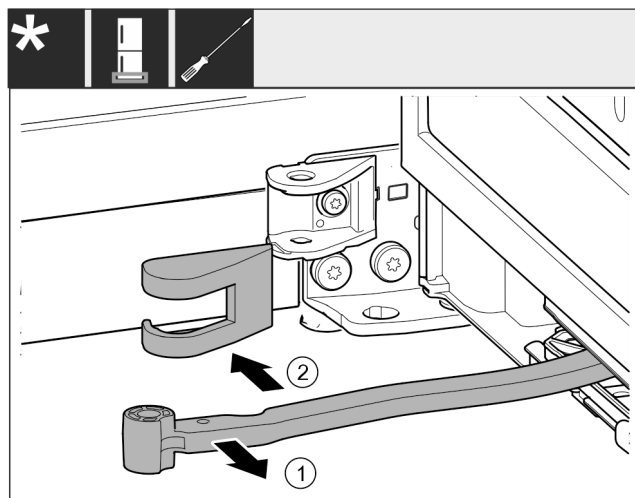

Fig. 17
- ▶ 将铰链 Fig. 17 (1) 转向门的方向。
- ▶ 移除托架盖 Fig. 17 (2)。